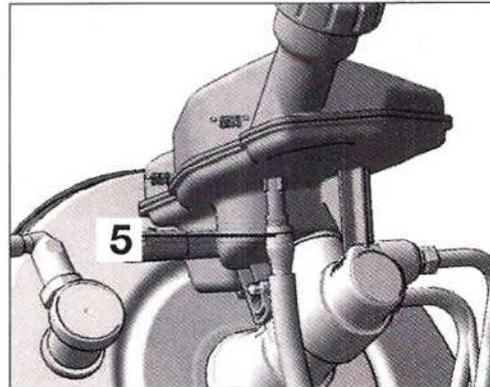

FIG.12
- Desmontar el pasador (2) del depósito (3).
- Desmontar el depósito (3).
- Separar las tuberías de frenos (4).
- Desmontar el tubo (5) del depósito (Fig.12).